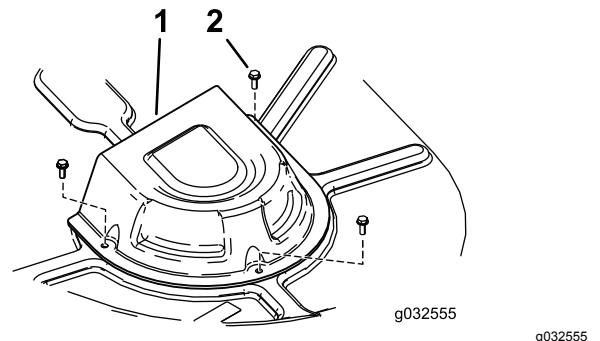

Figura 44
4. En máquinas con carcasa de 107 cm (42"), retire las cubiertas de las poleas (Figura 44).